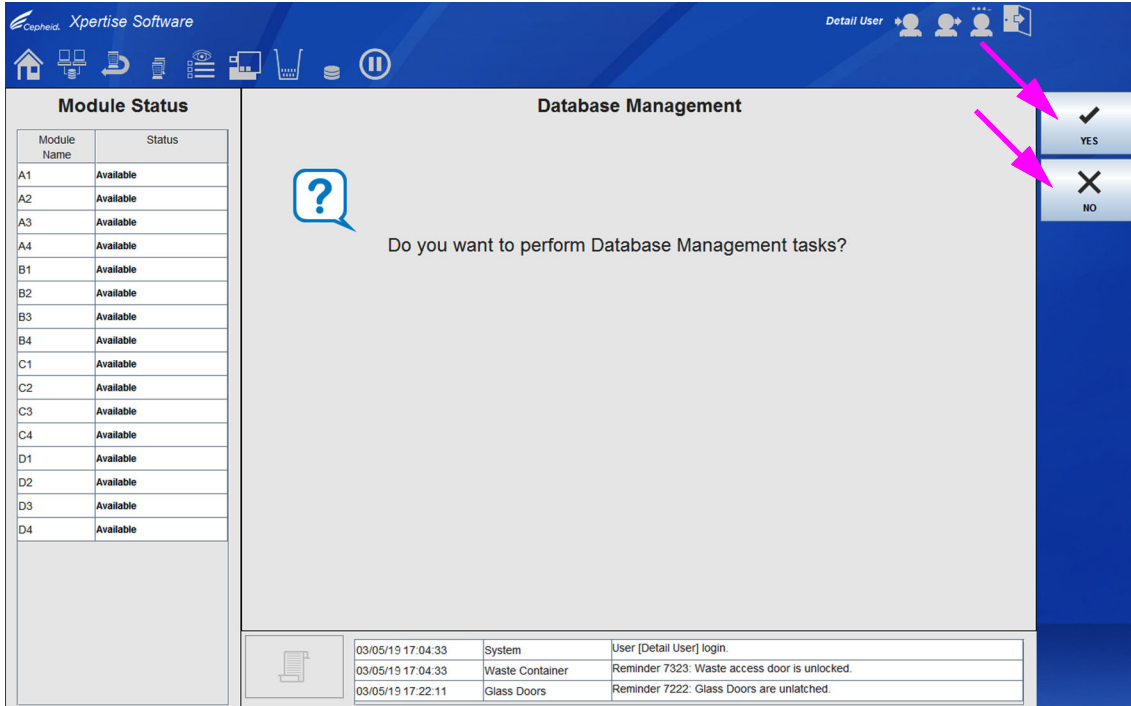
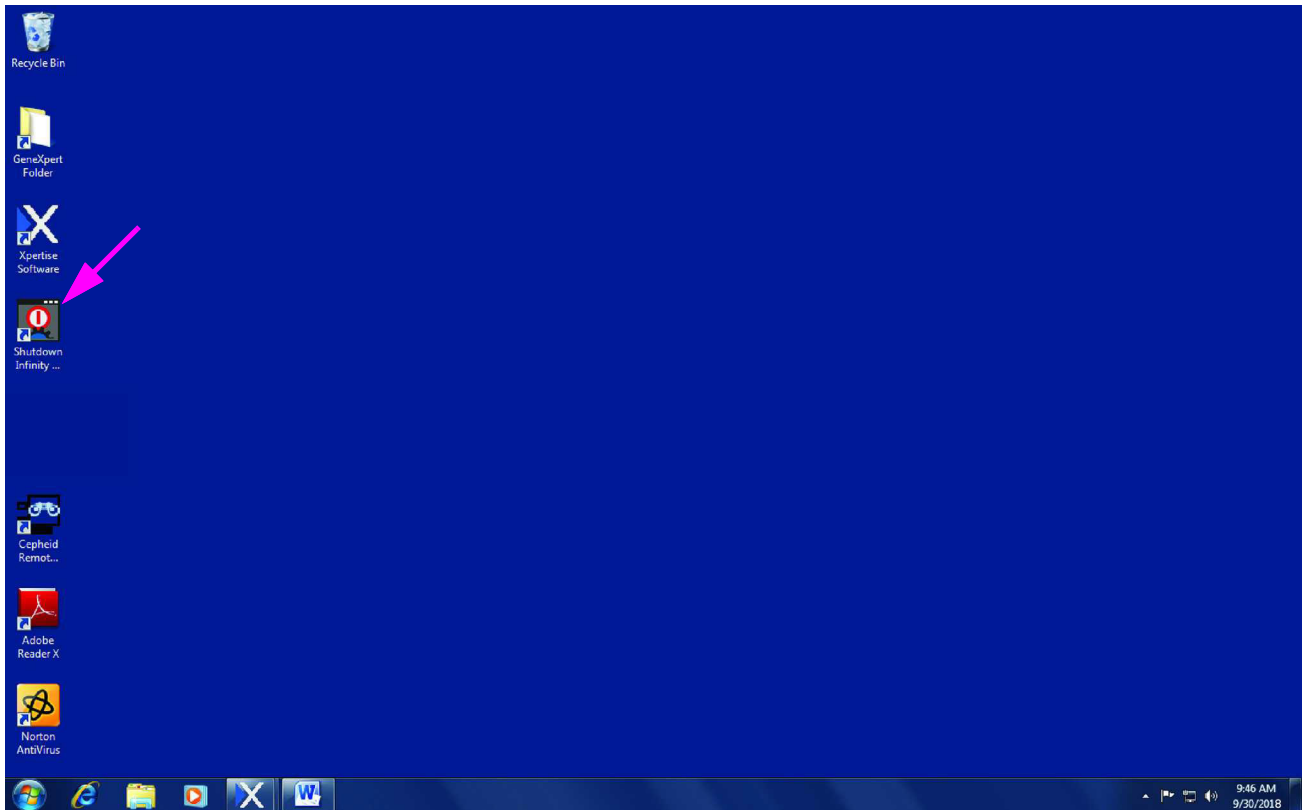
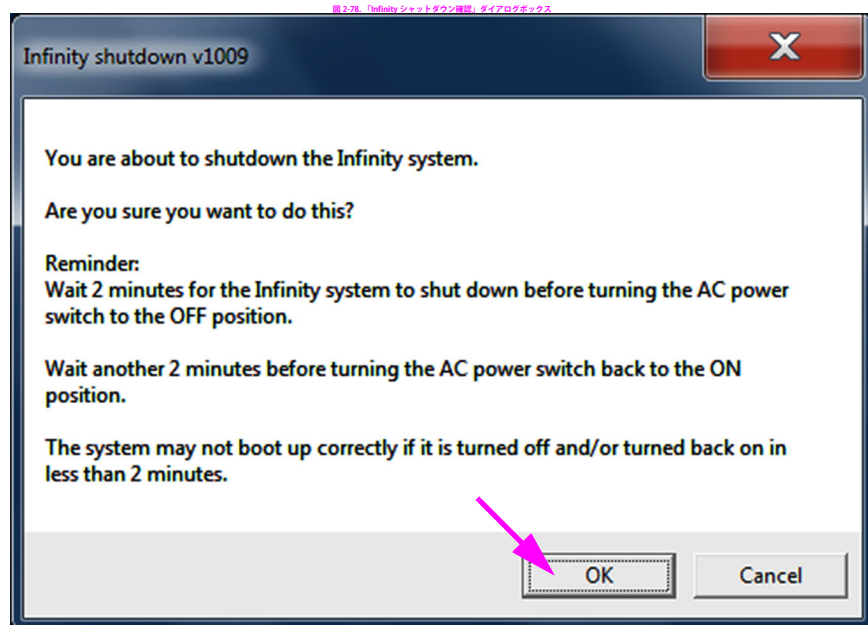

図 2-75. データベース管理ワークスペースリマインダー
図 2-77. デスクトップのシャットダウン Infinity アイコン
図 2-78. Infinity 「シャットダウン確認」ダイアログボックス
- 一般のワークスペースのデータベース管理リマインダーボックス (図 2-25 を参照) がチェックされていない場合、データベース管理 (Database Management) ワークスペースのリマインダー (図 2-75 を参照) は表示されず、何もする必要がありません。Xpertise Software プログラムが閉じ、Windows デスクトップが表示されます。図 2-77 を参照。セクション 2.12.1.3 に移動して、システムのシャットダウンシーケンスを完了します。
- 一般 (General) ワークスペース (図 2-25 を参照) のデータベース管理リマインダーボックスを有効にすると、データベース管理作業を実行するかどうかを尋ねるデータベース管理 (Database Management) ワークスペースのリマインダー (図 2-75 を参照) が表示されます。
- A. データベース管理作業を実行しない場合は、**NO** ボタンを選択します。Xpertise Software プログラムが閉じ、Windows デスクトップが表示されます。図 2-77 を参照。セクション 2.12.1.3 に移動して、システムのシャットダウンシーケンスを完了します。
データベース管理作業を実行した後、**閉じる (CLOSE)** ボタンを選択します (図 2-76 を参照)。Xpertise Software プログラムが閉じ、Windows デスクトップが表示されます。図 2-77 を参照。セクション 2.12.1.3 に移動して、システムのシャットダウンシーケンスを完了します。
1. キオスクコンピュータのデスクトップにあるシャットダウン Infinity (Shutdown Infinity) アイコンをダブルクリックします。図 2-77 を参照。「Infinity シャットダウン確認 (Infinity shutdown Confirmation)」ダイアログボックスが表示されます。図 2-78 参照。
2. OK ボタンを選択します。図 2-78 を参照。